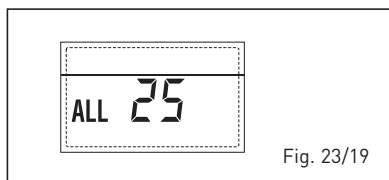

Fig. 23/19
- **AUXILIARY SENSOR ERROR (S3) "ALL 26" (fig. 23/20)**